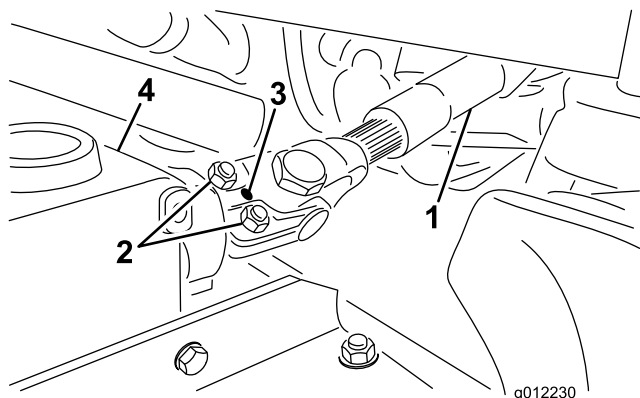

Figura 4
A. Retire o pino de segurança da culatra da extremidade e eixo da transmissão (Figura 4).
B. Desaperte os (2) parafusos e porcas de bloqueio (Figura 4).
C. Prenda a culatra da extremidade do veio propulsor da tomada de força ao pino de segurança (Figura 4).
D. Aperte as porcas de bloqueio para prender a culatra da extremidade ao veio da caixa de velocidades (Figura 4). Aperte as porcas de bloqueio com uma força de 20 a 25 Nm.